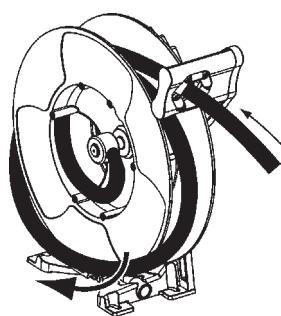

Fig. 12
2. Unwind one wrap and pull the hose (Fig 12).
2. Quitar una vuelta de manguera del interior del disco del enrollador (fig. 12).